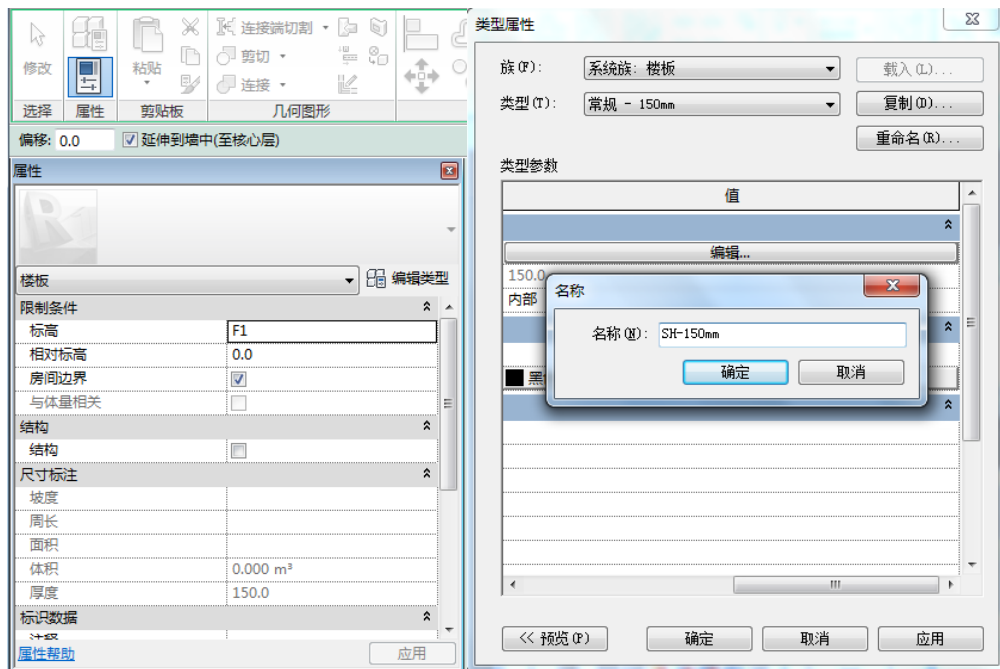

图 3-15
- 2) 确认打开项目浏览器中 “楼层平面” > “F1” 视图, 开始绘制生活区楼板: 单击 “常用” 选项卡 > “构建” 面板 > “楼板” 工具, 进入楼板的草图绘制模型。单击 “创建楼层边界” 选项卡 > “属性面板” > “属性”, 在弹出的 “属性” 对话框中单击 “编辑类型” 按钮, 进入 “类型属性” 对话框, 单击 “类型” 后的 “复制” 按钮, 在弹出的 “名称” 对话框中输入新名称 “SH-150”, 单击确定 (如图 3-15 所示)。